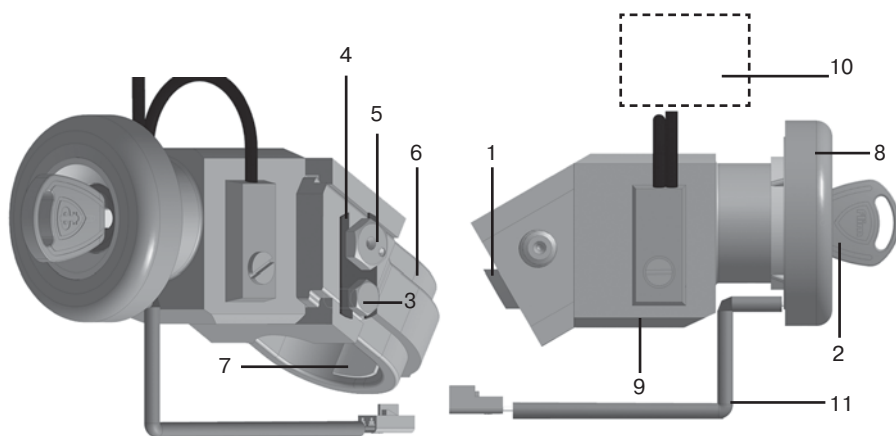

рис. 5 Схема механической части замка
**5.3.** Отведите ригель механического замка (рис. 5, поз. 1) в крайнее положение. Для этого поверните ключ в положение «SET» (ключ остается в замке), как указано в пункте 4.4. Положение ключа в режиме «SET» используется как при монтаже, так и при демонтаже механического замка.
**5.4.** Отверните болт M5 (рис. 5, поз. 3) и снимите планку оси эксцентриковой (рис. 5, поз. 4). Выньте ось эксцентриковую (рис. 5, поз. 5) и разъедините хомут (рис. 5, поз. 6) от корпуса механического замка (рис.5 поз 9).
**5.6.** В совмещенные отверстия установите ось эксцентриковую, затем с помощью ключа «S14» поверните по часовой стрелке шестигранную головку на оси эксцентриковой с усилием не более 4,5 кгс•м, обеспечив плотное прилегание корпуса механического замка, к кожуху вала рулевого управления. При наличии зазоров, невыбираемых осью эксцентриковой, используйте прокладки-компенсаторы со скотчем (рис. 5, поз. 7) для устранения зазора, прикрепив их (одну или две) на предварительно снятый хомут. При достижении жесткой фиксации механического замка на кожухе вала рулевого управления, установите планку оси эксцентриковой (рис. 5, поз. 4), закрепив болтом М5 (рис. 5, поз. 3), и отогнув лепестки на планке, зафиксируйте ось эксцентриковую и болт М5 от поворота (фото 2).
**6.4.** После проведения проверки работоспособности электромеханического замка зажигания на автомобиле, установите пластмассовый кожух рулевой колонки, оденьте декоративную насадку с катушкой связи на замок (рис.5 поз.11) и окончательно отрегулируйте пластмассовый кожух рулевой колонки относительно декоративной насадки.